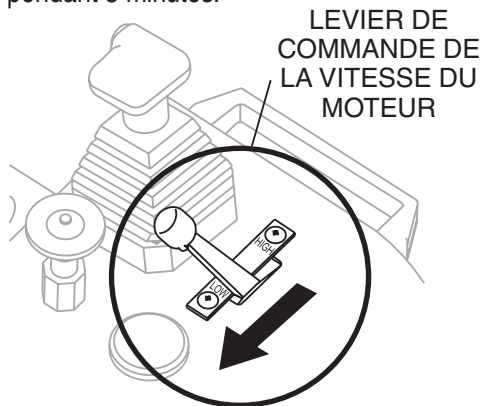

Figure 18. Levier de vitesse du moteur au point mort (position Low)
1. Ramener le levier de commande de la vitesse du moteur (figure 18) au point mort et laisser le moteur tourner au ralenti pendant 5 minutes.